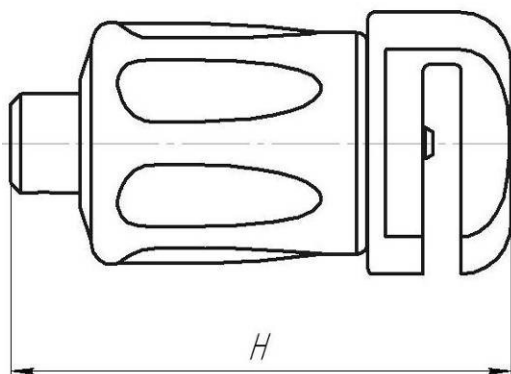
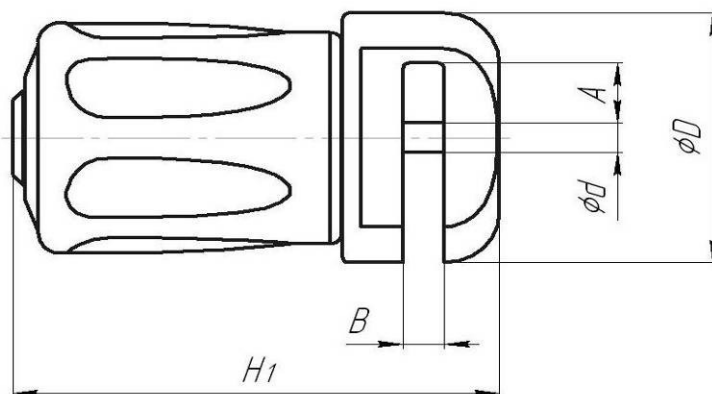

Рис. 3
Рис. 4
1.2. «Гарант МОТО», представляет собой замок, предназначенный для установки на группу мотоциклов или скутеров, оснащенных дисковыми тормозами удовлетворяющим основным размерам замка, см. Рис. 3 и Рис. 4:
1.3. Основные правила обозначения «Гарант МОТО», см. Рис. 4:
2.1.1. «Гарант МОТО» должен быть в положении «Открыто». В этом положении ригель «Гарант МОТО» отведен, а механизм секрета выдвинут. См. Рис. 3.
отверстий в тормозном диске и зафиксироваться, со щелчком, в положении «Закрыто», механизм секретов при этом останется в крайнем утопленном положении. См. Рис. 4.